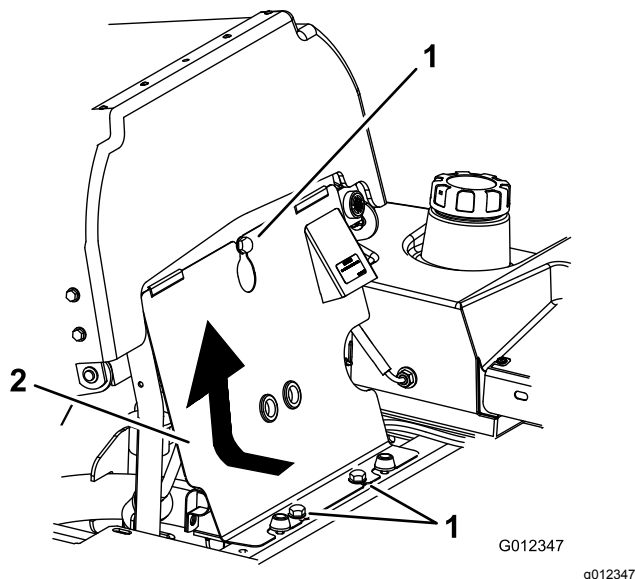

Figure 62
3. Basculez le siège en avant, desserrez les boulons et déposez le panneau avant du moteur (Figure 62).